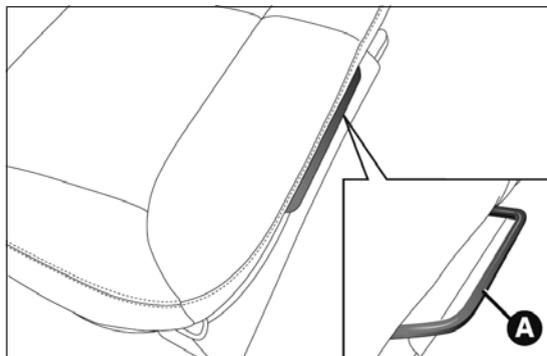

fig. 87
- en agissant sur le levier A fig. 87, régler le siège dans la position souhaitée ;
- ❑ en agissant sur le levier A fig. 87, régler le siège en position « entièrement avancée » pour obtenir l'agrandissement maximum du coffre à bagages (en respectant la position souhaitée pour les sièges avant) ;